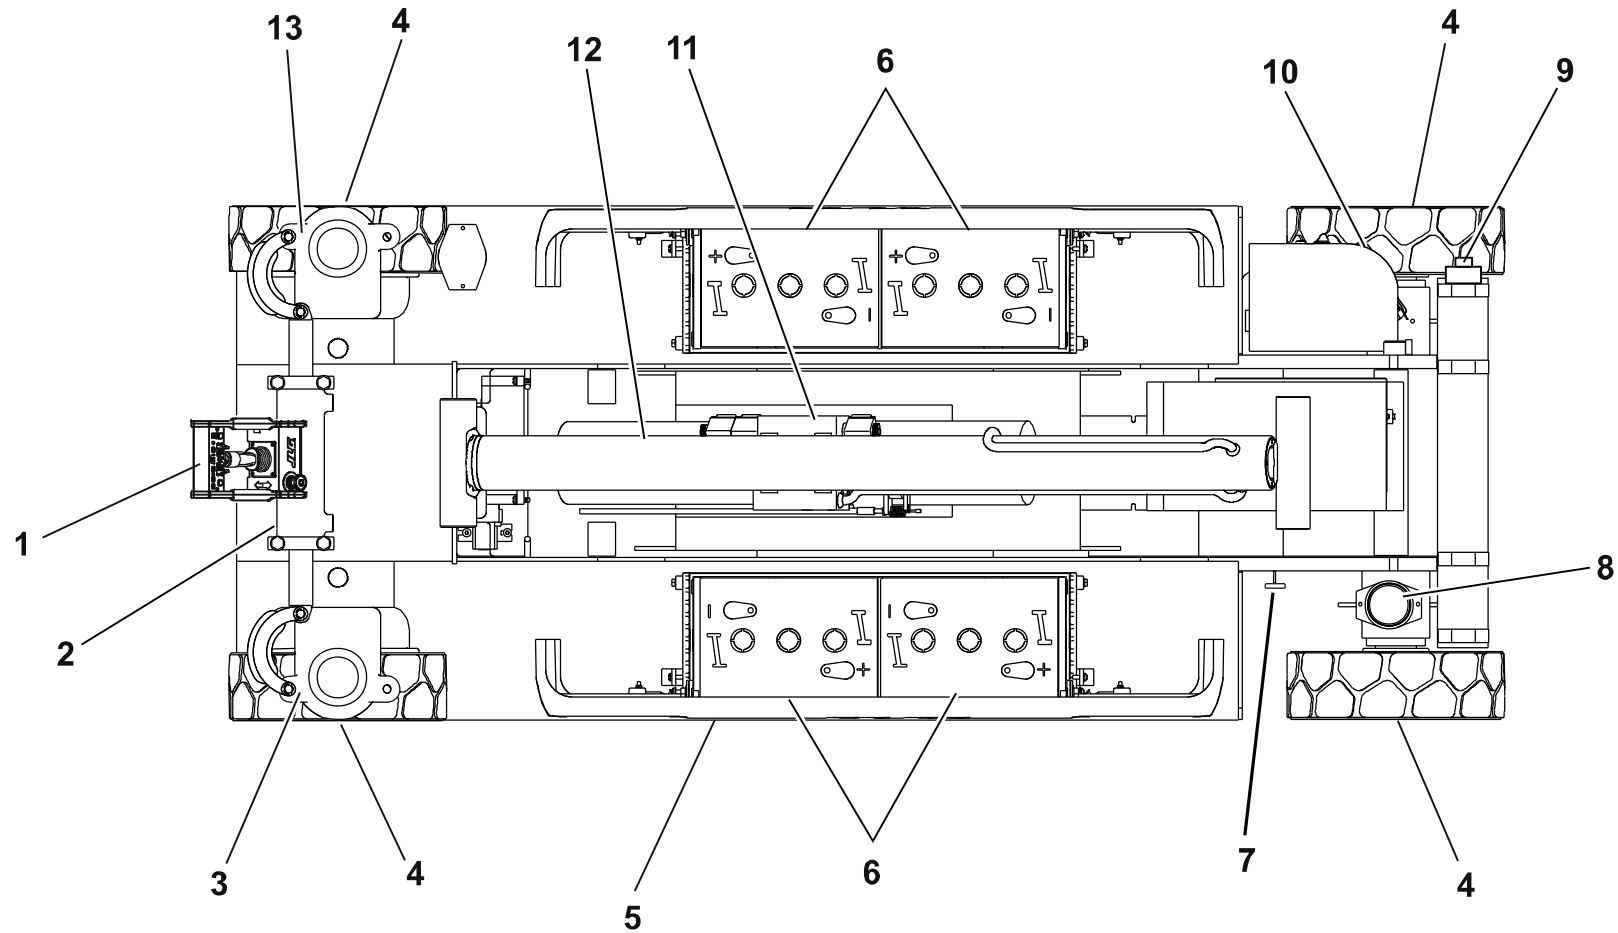

Abbildung 2-1. Tägliche Sichtkontrolle - Blatt 1 von 2
5. **Sichtkontrolle** – Siehe Abbildung 2-1.